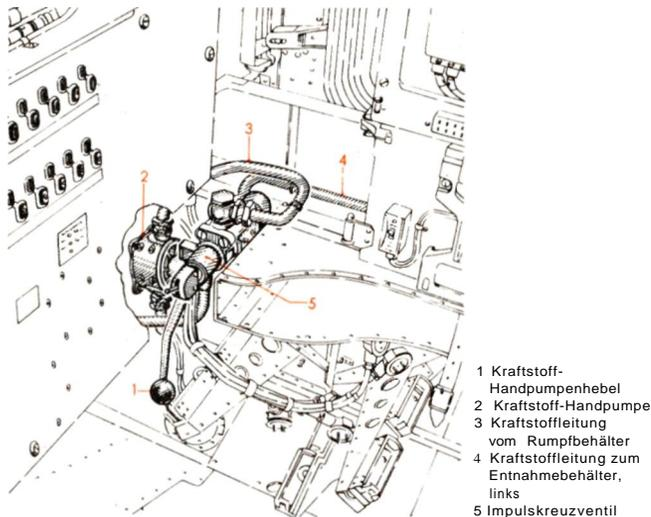

Abb. 22 Kraftstoffhandpumpe und Impulskreuzventil am Spant 9
An Stelle der elektrischen Behälterpumpe kann der Kraftstoff aus dem vorderen Rumpfbehälter auch mit Hilfe der Handpumpe (2) (Abb. 22) im Führerraum an der rechten Rumpfseitenwand vor Spant 9 auf die Entnahmebehälter umgepumpt werden. Zuvor ist der Handschalter am Impulskreuzventil (5) auf den zu füllenden Entnahmebehälter umzuschalten.